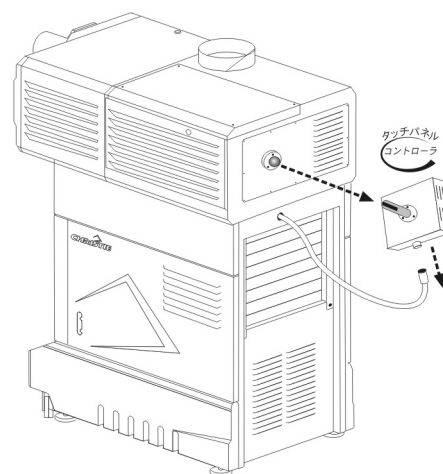

図 2-4 典型的な TPC 取り付け
1. 王継手ベースと取付部アームによりあらかじめ組み立てられたタッチパネル・コントローラを、プロジェクター後部で固定された釣り合う王継手ベース部に取り付けます（図 2-4）。